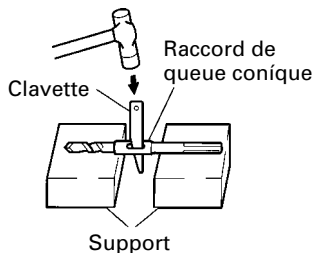

Fig. 13
- (1) Installer la mèche à queue conique dans le raccord de queue conique.
- (2) Mettre l'appareil sous tension et percer un trou de base.
- (3) Après avoir retiré la poussière avec une seringue, fixer le mandrin à la pointe du sabot et l'enfoncer dans le sabot avec un marteau.
- (4) Pour retirer la mèche à queue conique, insérer une clavette dans la fente du raccord de queue conique et frapper sur la clavette avec un marteau. (Fig. 13)